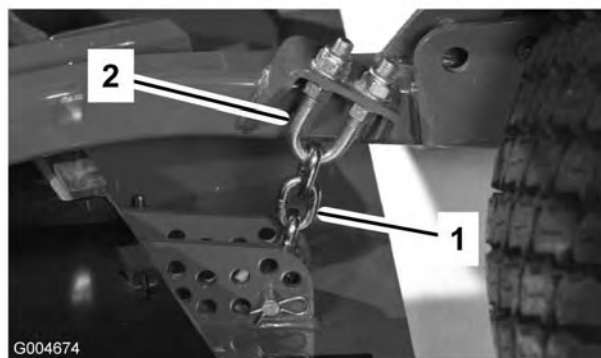

Figura 16
5. Togliete la coppia e il perno con testa che fissano le catene dell'altezza di taglio sul retro dell'apparato di taglio (Figura 16).